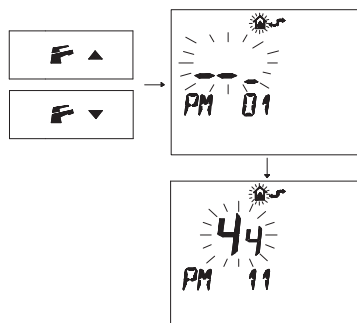

Fig. 5.57
- Premere i pulsanti $F \downarrow$ o $F \uparrow$ per visualizzare la programmazione "PM11" della postcircolazione pompa (Fig. 5.57).